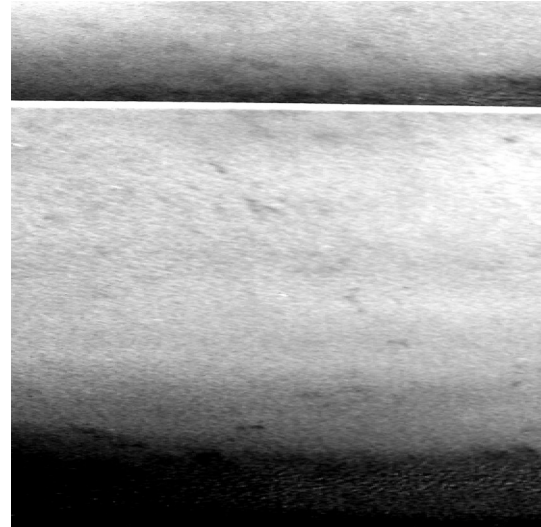

Abb. 2: ausgetauschte Turbinenschaufeln
- 4.1.4 Abb. 2 zeigt Turbinenschaufeln, welche bei der letzten Revision des Kraftwerks aus der Turbine vor dem Kondensator entfernt wurden. 2